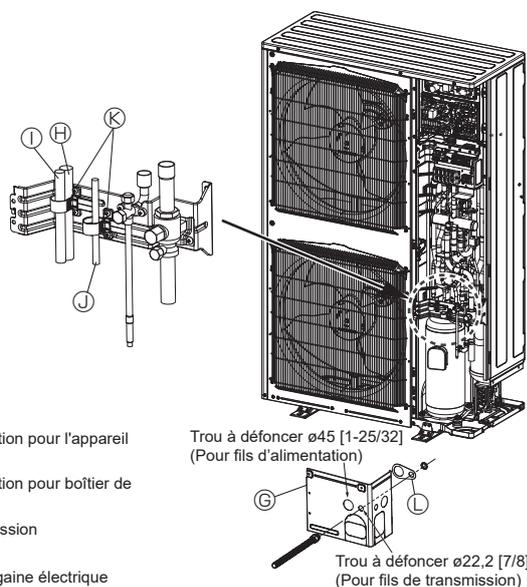

Fig. 6-1
- ⑩ La définition du groupe se fait par le biais de la commande à distance.
- ⑪ Avant de mettre l'appareil extérieur sous tension, veiller à mettre sous tension les appareils intérieurs et les boîtiers de dérivation.
6.2. Boîtier de commande et emplacement pour le raccordement des câbles (Fig. 6-1)
* La borne blindée (S) du bloc de sortie de transmission (TB3) est connectée à la masse (Ⓔ) lorsque l'appareil quitte l'usine.
4. Fixer les fils d'alimentation et de transmission à l'aide de serre-câbles Ⓒ. Reportez-vous à la Fig. 6-1.